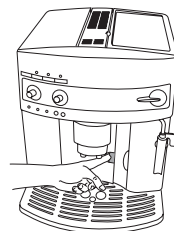

Figura 24
- Abra la puerta de mantenimiento (Figura 24).